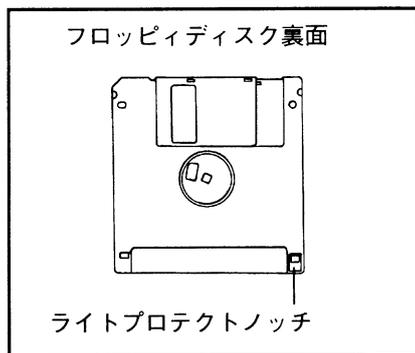

図4-6 フロッピーディスク
- ③コントローラの電源を入れます。
- ④フロッピーディスクを用意します。
- ⑤セーブ・フォーマット・デリート時は、フロッピーディスクのライトプロテクトノッチを書き込み可側にセットしてください。(書き込み可能にする：図4-6参照)
- ⑥フロッピーディスクをフロッピーローダへ挿入します。